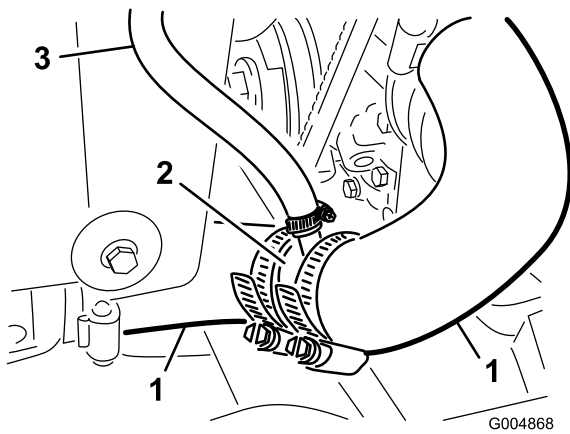
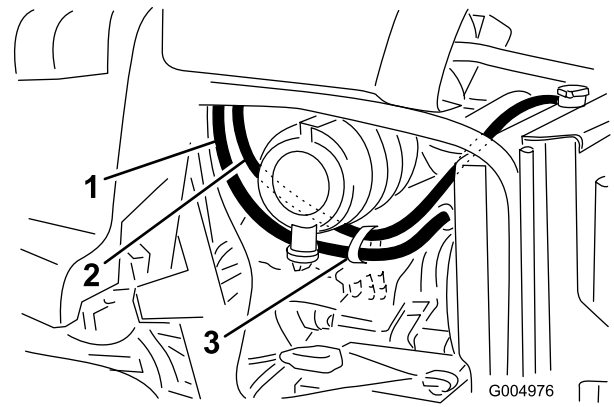
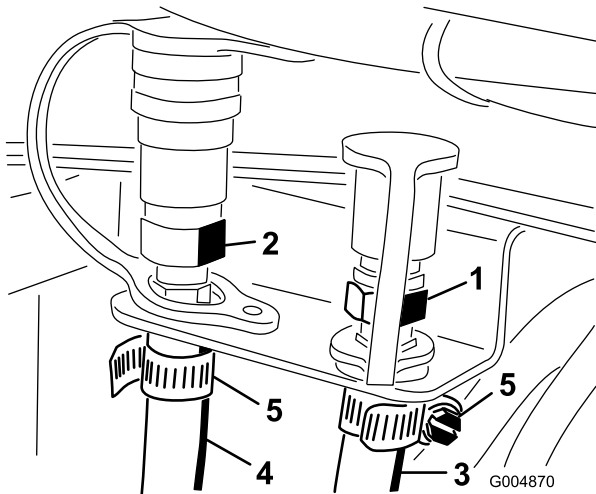

Figura 18
Figura 20
Figura 19
14. Instale el acoplamiento en T en las mangueras y sujételo con abrazaderas, según se muestra en Figura 18.
15. Conecte el trozo de 140 cm (55 pulgadas) de la manguera que recortó anteriormente al acoplamiento en T nuevo de la manguera del radiador (Figura 18). Sujete la manguera al acoplamiento en T con una abrazadera. Enrute la manguera por detrás del depósito de expansión del radiador, hacia arriba por el lado derecho del radiador, por encima del radiador hasta el lado izquierdo y por debajo del limpiador de aire, según se muestra en Figura 19. Coloque una abrazadera en la manguera y conecte la manguera al acoplamiento con racor (Figura 20). Ésta es la manguera de retorno.